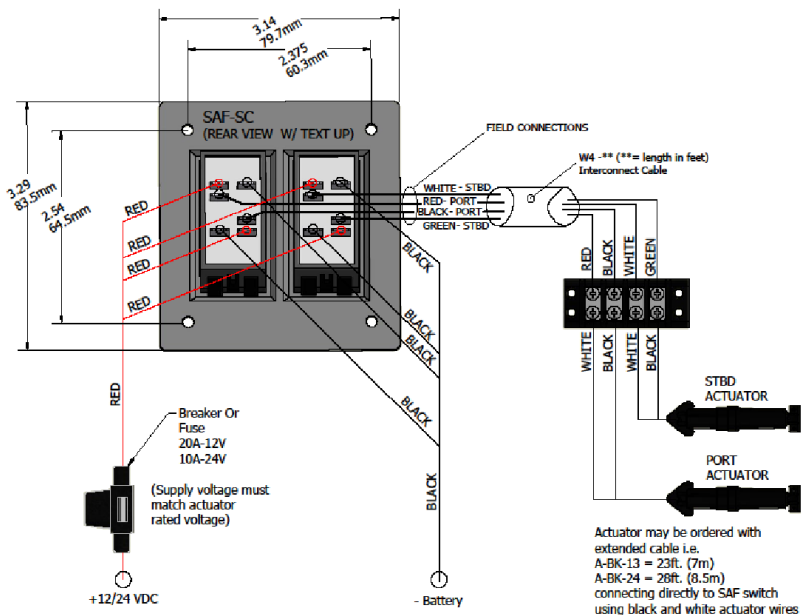

Рис.4
1. В комплекты КА входят актуаторы с удлинненным кабелем длиной 6' (1,8 м) и кабелем длиной 20' (6,1 м) (W4-20) для подсоединения от актуаторов к панели управления (см. рис. 4). Этот кабель также доступен в более длинном варианте. Посетите www.lectrotab.com, дополнительные длины кабелей указаны в разделе Продукция/Отдельные детали и аксессуары.
5. Прижмите вилочные клеммы к обрезанному концу черного кабеля актуатора и подсоедините к клеммной колодке с 4 выступами, как показано на рис. 4.
6. Прижмите вилочные клеммы к обрезанному концу 4-жильного серого кабеля (W4-20) и прикрепите к клеммной колодке с 4 выступами, как показано на рис. 4.
- Если для подключения переключателя к актуаторам используется кабель W4-**, проложите отрезанный конец кабеля от клавишного переключателя к клеммной колодке транца. Нажимной клеммный конец 20-дюймового (6,1 м) 4-жильного кабеля 14 AWG (2,08 мм кв.) подключается к переключателю (комплекты КА) или проложите более длинный 23-футовый (7 м) кабель актуатора непосредственно к клавишному выключателю (комплекты ХКА). Подсоедините кабель к переключателю, как показано на рис. 4.
- Подключите плавкий источник питания 12 В постоянного тока, как показано на рис. 4. Напряжение источника питания должно соответствовать напряжению актуатора.